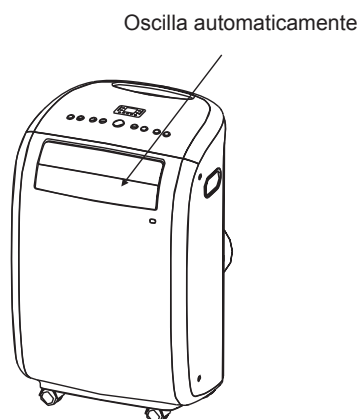

Fig. 4
- Regolazione automatica della direzione del flusso dell'aria (Fig. 4):